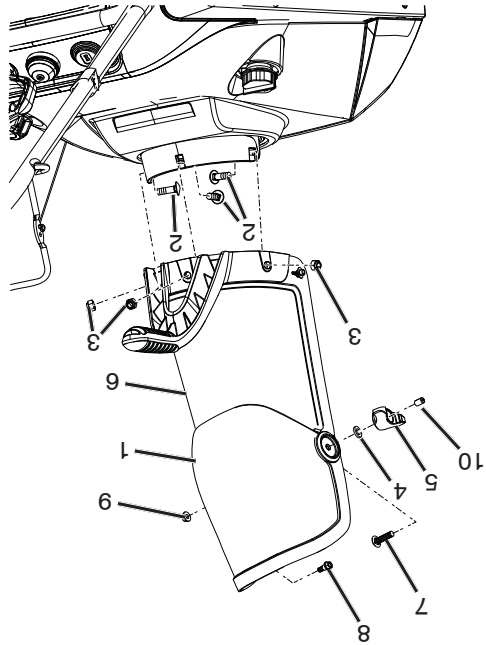

Figure 4
- Poser le déflecteur de goulotte sur la goulotte de décharge à l'aide des vis et, de la rondelle, de l'écrou, du bouton de déflecteur et du capuchon du plongeur (Figure 4).